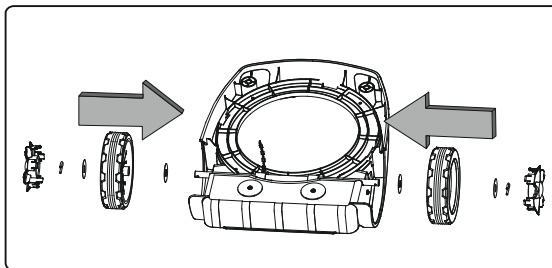

Рис. 5
2.1 Для модели VE 163E. Вставьте колёсную ось в разъёмы на основании устройства. Наденьте шайбу на ось, затем заднее колесо и добавьте ещё одну шайбу. Вставьте стопорный штифт колеса в отверстие на конце оси, чтобы зафиксировать его на месте. Установите колпачок на колесо. Повторите те же действия с другим концом оси (рис. 5).